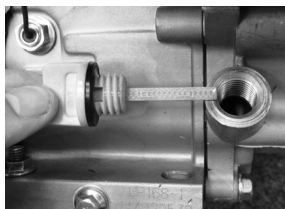

Рис. 20
2. Выкрутите пробку маслосливной горловины (Рис. 20);